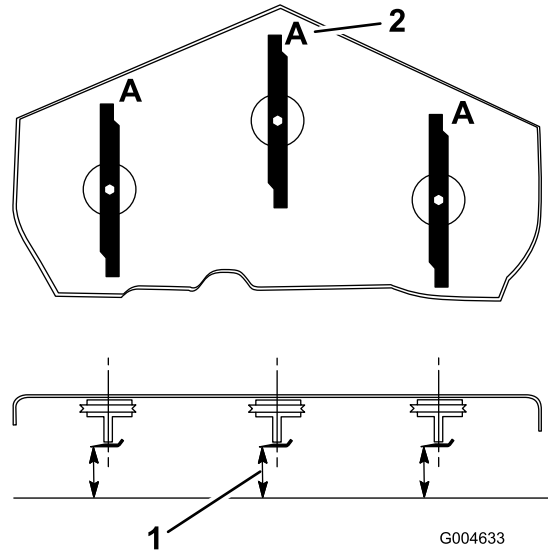

図 73
3. ブレードが前後方向を指すように回転させる(図 73)。A の位置で(図 73)、平らな床面からブレードの刃先までの高さを測る。測定値を記録する。